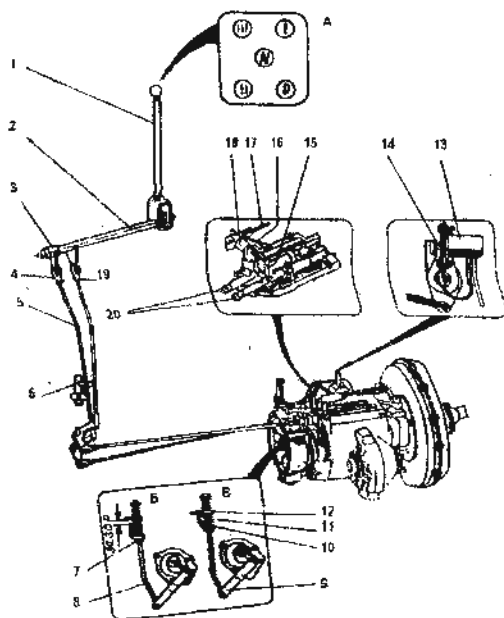

Рис. 163. Механизм управления коробкой передач:
- отпустите гайку 7 (рис. 163) и нажмите на педаль муфты сцепления;
- затяните контргайку вилки тяги 10, затем проверьте действие сигнализатора недовключения шестерен (при включенной передаче рычаг валика 9 должен нажимать на кнопку 14 (рис. 163), размыкая включение звукового сигнала). Регулировку можно производить путем подгибания пластины рычага.